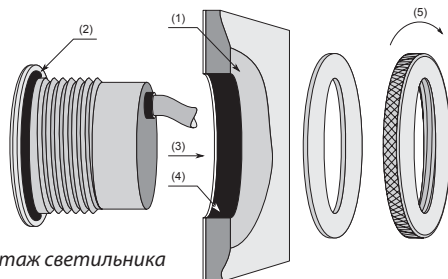

Рис.1: Монтаж светильника
С внутренней стороны ванны аккуратно просверлите отверстия диаметром (а) 50 мм для управления N3257K, (б) 48-50 мм для светильника EL11. Согласно рис. 1 выровняйте опорную поверхность (1) на внешней стороне ванны так, чтобы была перпендикулярна оси смонтированного светильника/управления. Клеящиеся поверхности элементов (светильника, управления) и ванны тщательно очистите и обезжирьте. На поверхность элемента, на место соединения (2) нанесите умеренное количество рН нейтральной замазки Ravak Professional. Элемент просуньте (3) в отверстие, соответственно ориентируйте. Пространство (4) между светильником и ванной также уплотните замазкой. Снабдите элемент соответствующей шайбой и укрепите натяжением (5) гайки. Светильник затяните моментом 8 N.m. Устраните избыточную замазку. Наиболее просто это сделаете после её легкого затвердения. После затвердения замазки (24 часа) наполните ванну и проконтролируйте герметичность монтажа светильника.